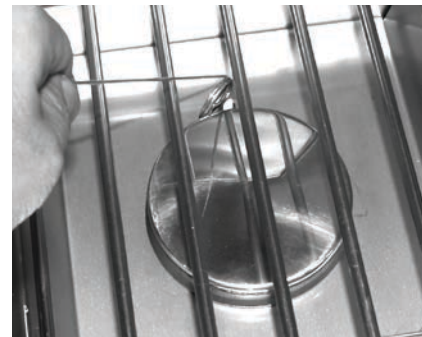

Fig. 28-2 - Éclairage manuel
2. Insérez un allumeur brûlant de butane de long-baril, une allumette brûlante de long-tige, ou une allumette brûlante tenue par un support de prolongation de fil par la grille à cuire s'ouvrant au brûleur (fig. 28-2). Tenez la flamme contre le bord du brûleur.
4. Si le brûleur ne se allume pas dans les cinq (5) secondes de tourner le bouton de commande, enfoncez immédiatement le bouton et tournez la valve à AU LOIN. **ATTENDEZ CINQ (5) MINUTES** avant de répéter les étapes 2 à 4 des instructions manuelles d'éclairage.